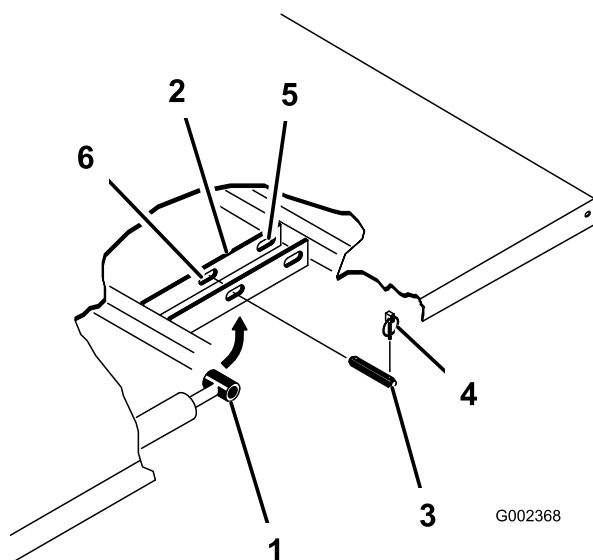

Figura 3
4. Retire las chavetas de los extremos exteriores de los pasadores de las varillas de los cilindros (Figura 3).